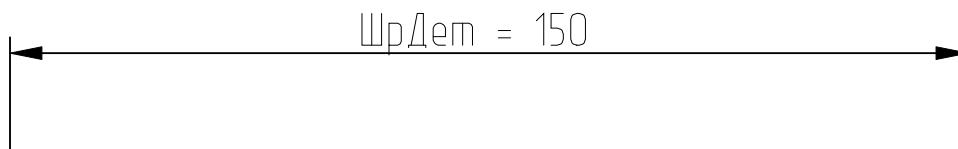

Рисунок 2.10 – Пример оформления размера
4. Нанести линейные размеры. Размерный текст оформить по типу: <Название переменной> = <Значение переменной> (рисунок 2.10).